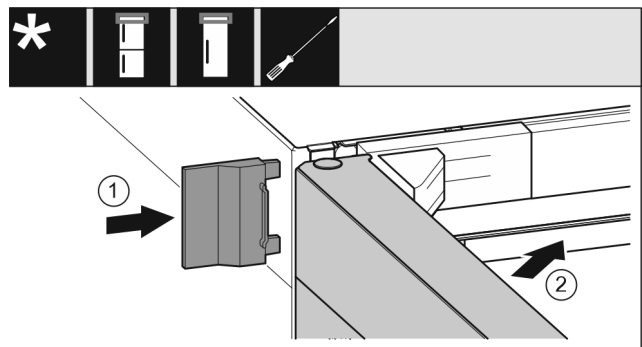

Fig. 24
- ▶ Skyv på det ytre dekslet. Fig. 24 (1)
- ▶ Lukk den øvre døren. Fig. 24 (2)